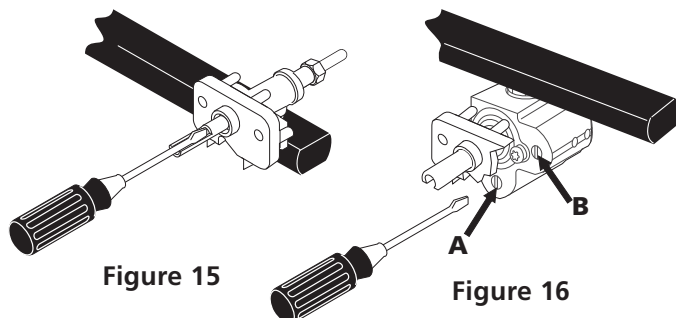

Figure 15
- B.** Le brûleur de surface doit s'allumer lorsque le gaz est disponible au brûleur supérieur. En fonctionnement normal, chaque brûleur doit s'allumer dans un délai de quatre (4) secondes après que l'air ait été purgé des canalisations d'alimentation. Regardez si le brûleur est allumé.
4. Réglez la position LOW des robinets des brûleurs de surface réguliers (voir Figure 15):